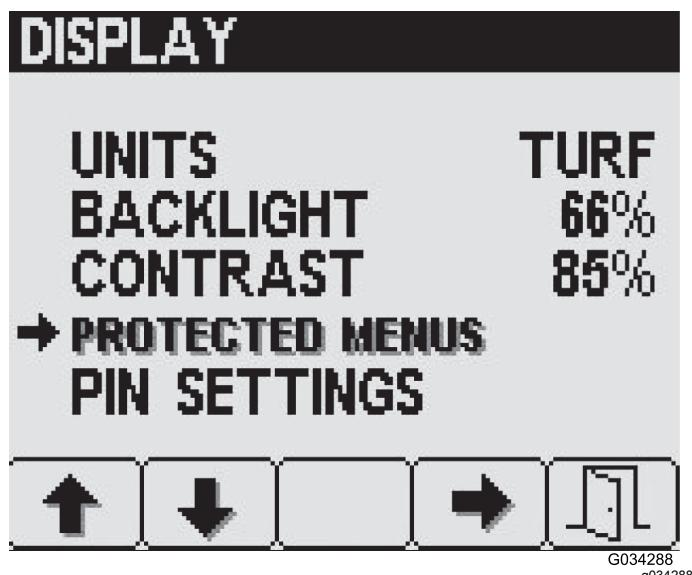

Figura 22
1. Prima o botão 2 no ecrã de definições até chegar à opção de menus protegidos e depois prima o botão 4 para selecionar (Figura 22).
2. Prima o botão 2 até chegar ao item de menu protegido pretendido (Figura 22).